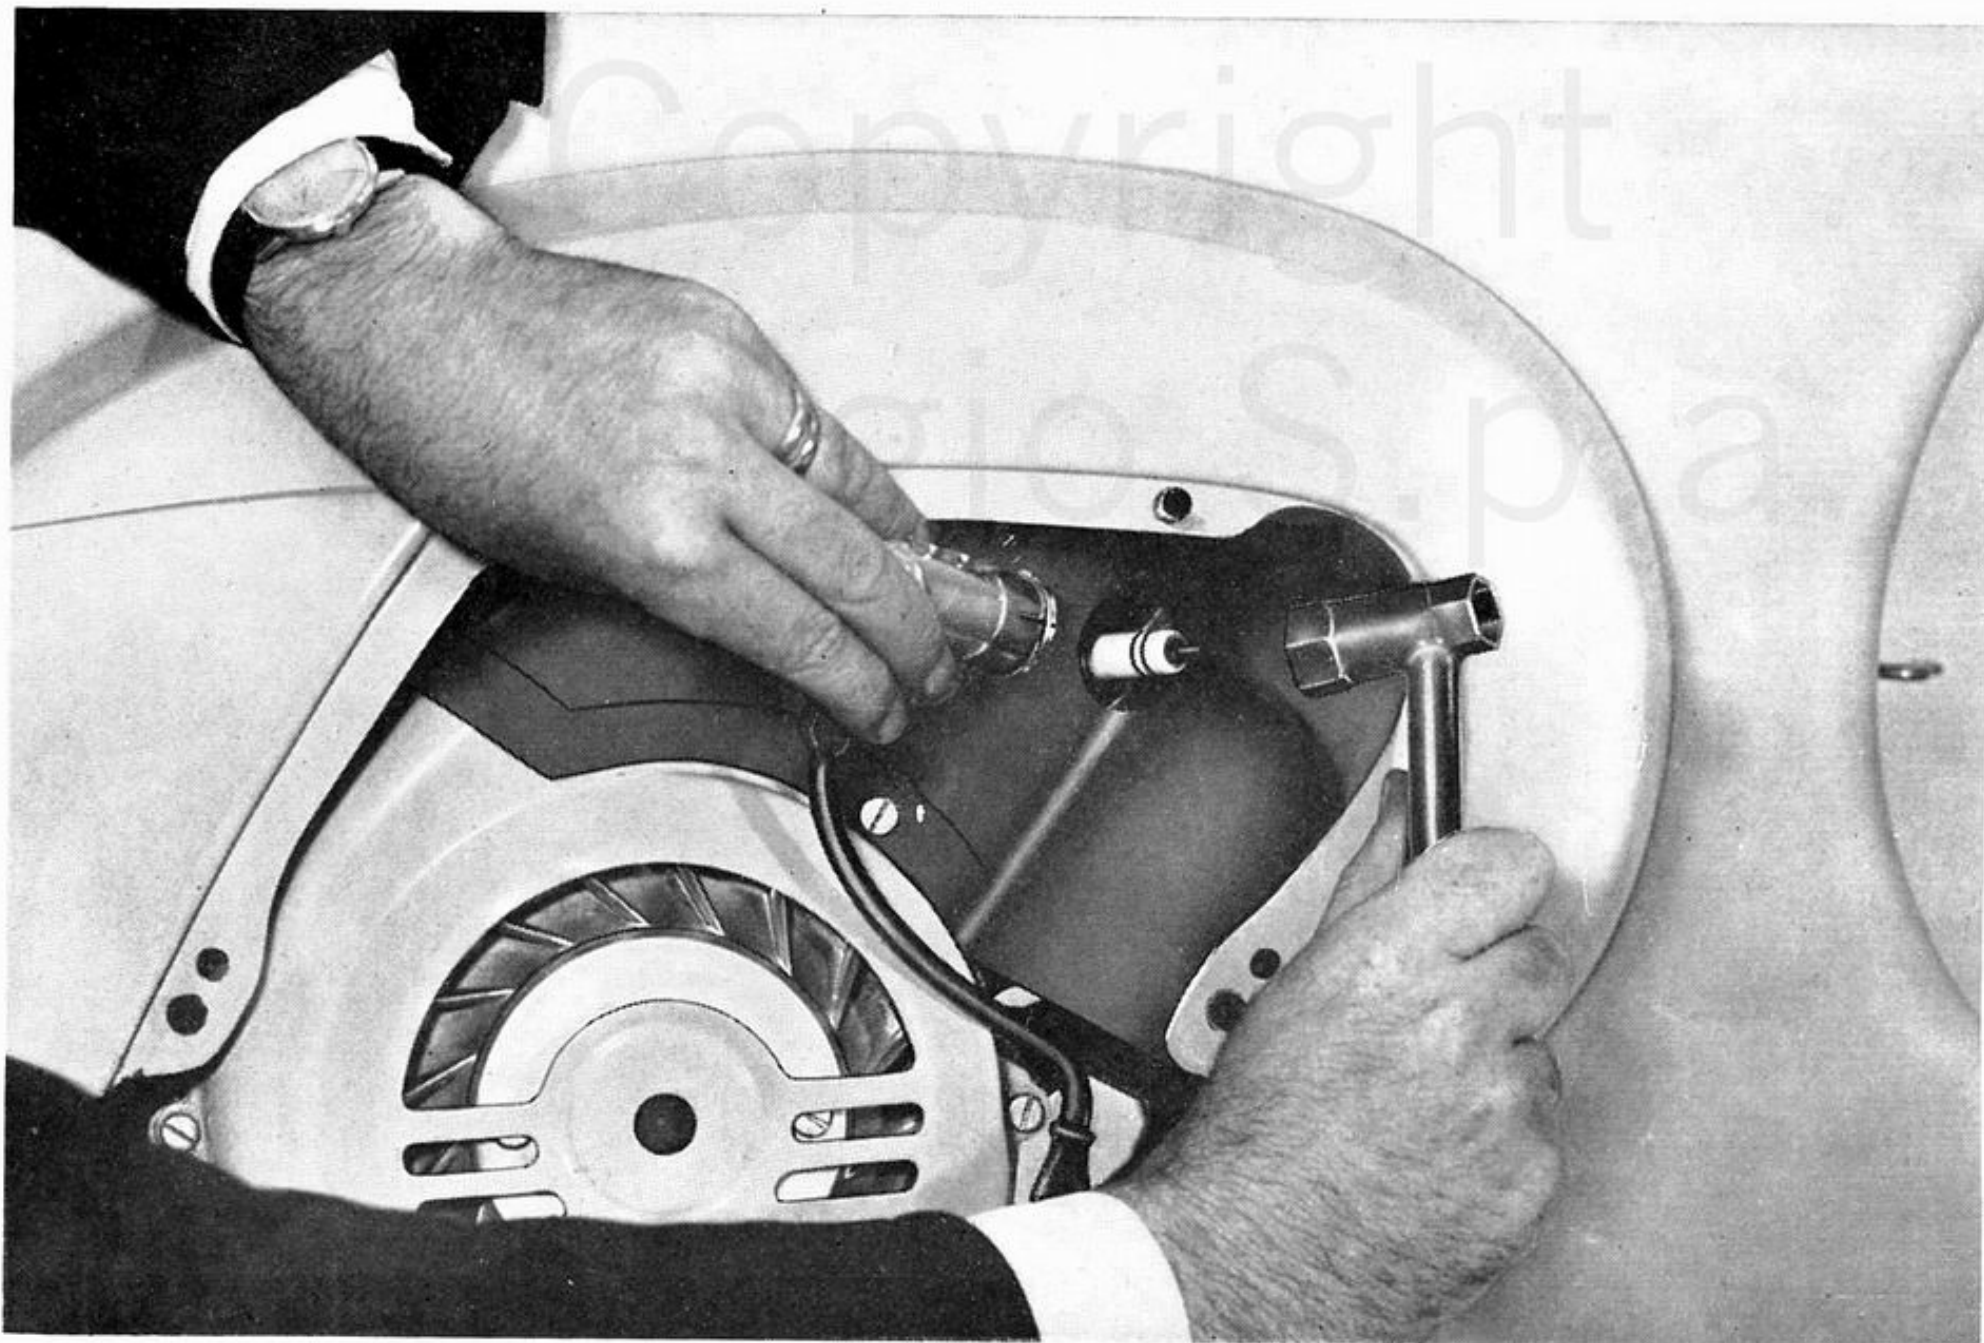

Fig. 12 - Smontaggio della candela
- Chiudere il rubinetto miscela, togliere la candela (fig. 12) e pulirla, far compiere al motore alcuni giri azionando il pedale della messa in moto. Riavvitare quindi a mano la candela e bloccarla con la chiave a tubo; riaprire il rubinetto miscela ed agire sul pedale della messa in moto.
| SMONTAGGIOCANDELA                      | <ul style="list-style-type: none"> <li>— Togliere la persiana, ruotandone il pomello di comando e sfilarla verso lo esterno, slacciare il cavo A.T. dalla candela ed agire su di essa con la chiave a tubo (fig. 12).</li> </ul>                                                                                        | Al rimontaggio avvitare a mano la candela, imboccandola con la dovuta inclinazione; servirsi della chiave solo per il bloccaggio. |